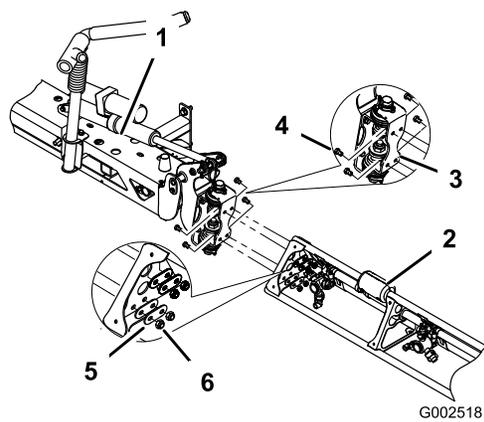

Figura 29
7. Instale la extensión del brazo en el brazo central en la placa de pivote usando los cuatro pernos, las cuatro arandelas y las cuatro tuercas retirados en el paso 6, según se muestra en Figura 29.